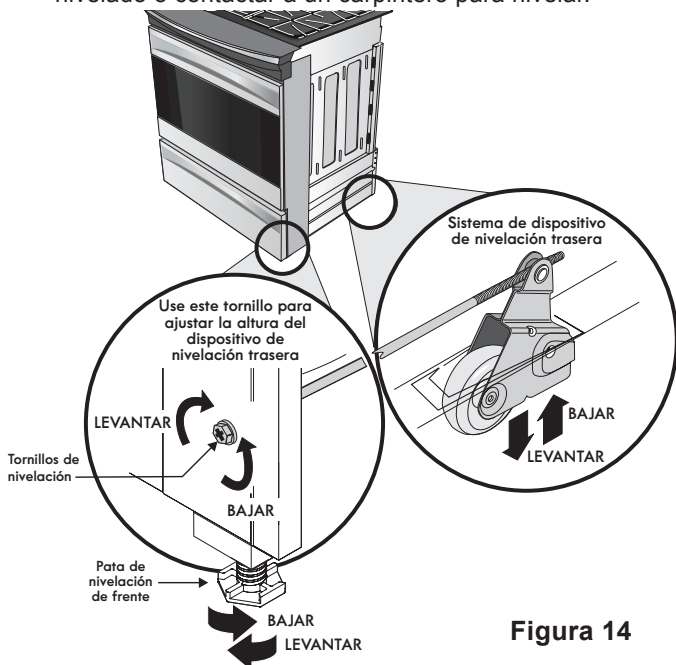

Figura 14
2. Baje el aparato, las patas de nivelación alternamente, hasta que la parte baja de la superficie de cocción repose sobre el mostrador (figura 14).